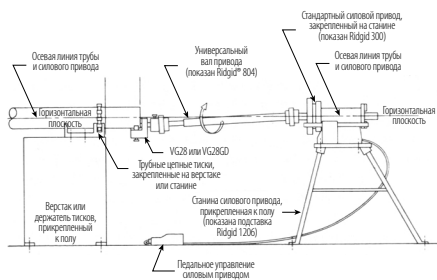

РИС. 1
1. Установите силовой привод таким образом, чтобы осевая линия зажимного патрона привода совпала с осевой линией трубы. Смотрите Рис. 1 и 2. Силовой привод должен находиться на достаточном удалении от трубы, чтобы между приводом и станком можно было установить универсальный вал.